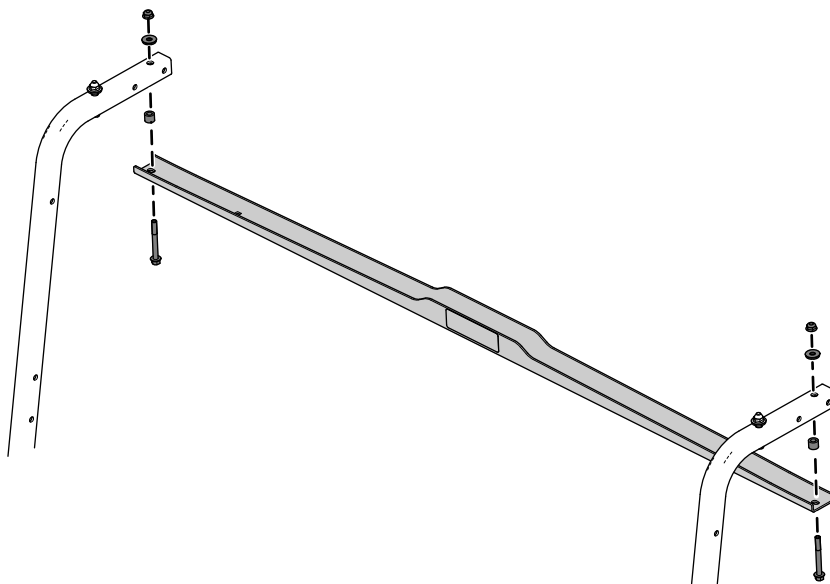

Рисунок 2
Снимите опорный кронштейн навеса, как показано на Рисунок 2.
5. Если необходимо, установите опорный кронштейн навеса на машину с помощью ранее снятых крепежных деталей; см Рисунок 2.